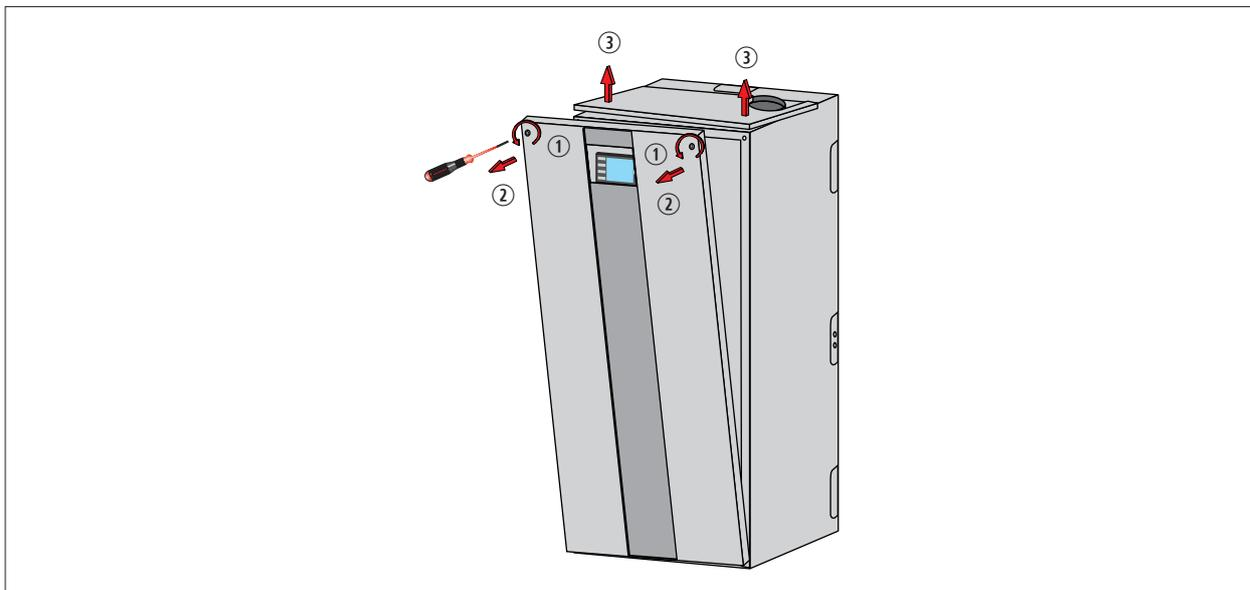

Fig. 5.2 Smontare il mantello
- ▶ Smontare il mantello (Fig. 5.2 Smontare il mantello).